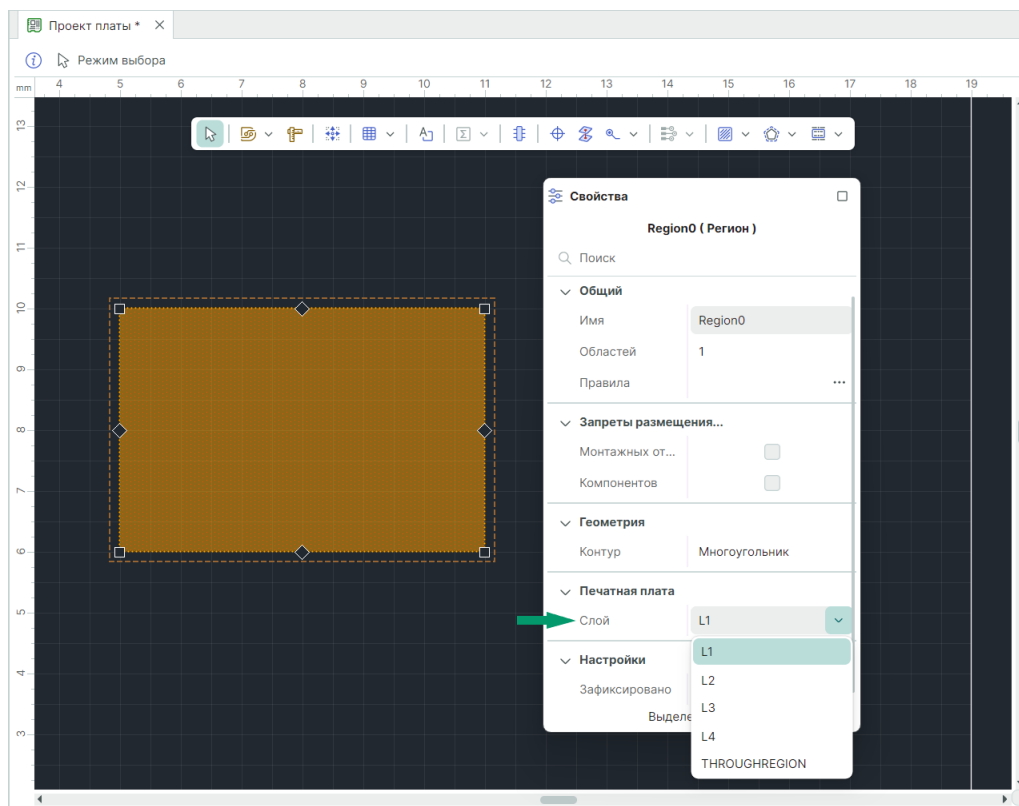

Рис. 167 Выбор слоя для региона
4. Выберите слой, на котором будет размещен регион, в панели «Свойства» → «Печатная плата» → «Слой», см. Рис. 167. При выборе слоя THROUGHREGION регион будет использоваться на всех проводящих слоях печатной платы сразу.